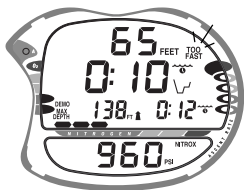

Fig. 84 - Aufstiegsgeschwindigkeit
- Um den Wert auf 3 Fuß pro Sekunde zu erhöhen (zu schnell), drücken Sie 2 Sekunden lang die linke Taste ("Weiter"). Die roten Segmente der Balkenanzeige und die Anzeige TOO FAST erscheinen. Um den Pfeil erscheint zudem ein äußerer Pfeil (Fig. 84). Der akustische Alarm ertönt und die rote LED blinkt.